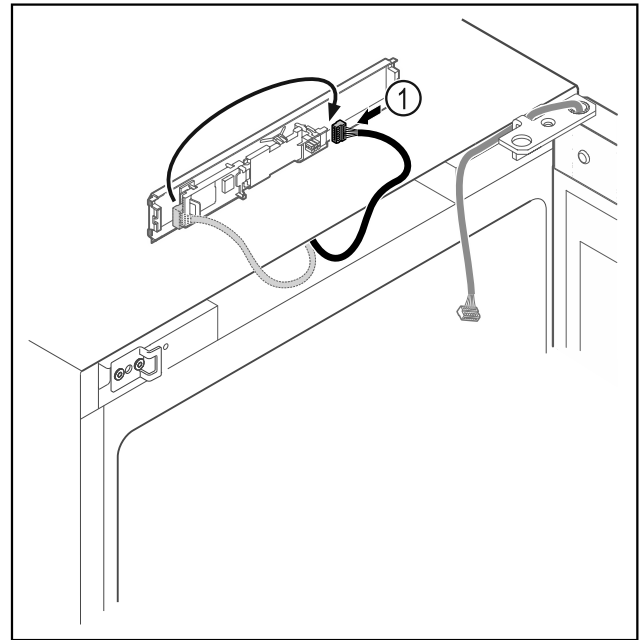

Fig. 11
- ▶ Flytta kontakten Fig. 11 (1) till kretskortet.